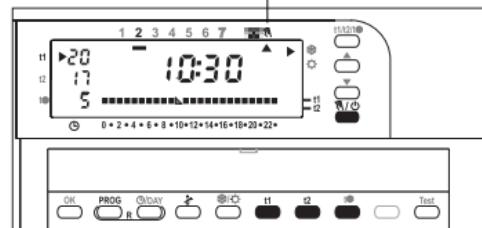

Fig. 22
- Press the  button momentarily: the indicator  appears, blinking, below the symbol  and the current temperature level will be applied to all hours of the day (fig. 22).
- Appuyer rapidement sur la touche : l'indice  apparaît en clignotant, sous le symbole  et le niveau de température en cours est appliqué à toutes les heures de la journée (fig. 22).
- Drücken Sie kurz auf die Taste  der Pfeil  blinkt , unter dem Symbol , und der Temperaturbereich wird für jede Uhrzeit des Tages vorgegeben (Abb. 22).
- Premere brevemente il tasto  / : appare l'indice , lampeggiante, sotto il simbolo  e il livello di temperatura in corso è applicato a tutte le ore del giorno (fig. 22).
- Presionar brevemente la tecla  / : parpadea el índice  debajo del símbolo  y la temperatura programada se aplica a todas las horas del día. (fig. 22)